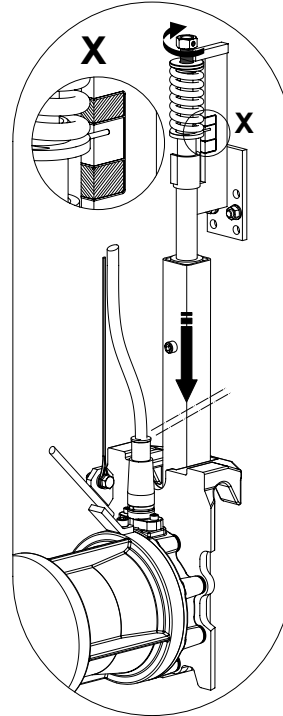

Bild 10 Verriegeln des Kupplungssystems
- Strömungsbeschleuniger absenken und einkuppeln lassen. Schraube am Rohrhalter **rechtsdrehen** (Leitrohr senkt sich) bis der Leitrohrkeil am unteren Ende des Leitrohres mit der Halterung des Gerätes verriegelt ist. Schraube soweit anziehen, bis sich der Anzeigestift der Federspannungsanzeige im grünen Bereich befindet (siehe Bild 10).